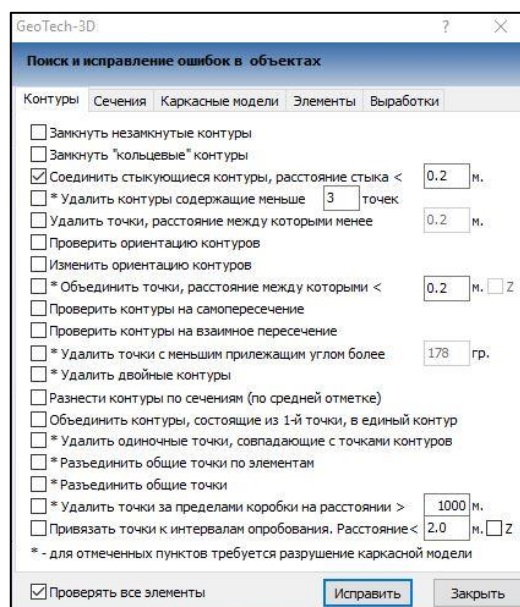

Рис. 5.2
2.2. Выполните команду **Выбрать контур** , и выберите все контуры объекта. Повторно вызовите инструмент **Исправить ошибки**  и выполните настройки согласно рис. 5.2 и нажмите **Исправить**.